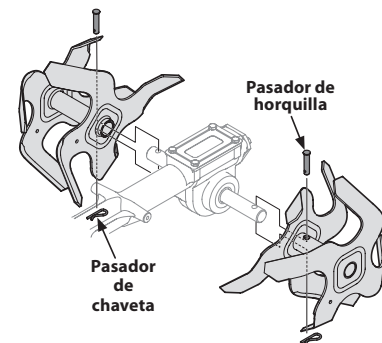

Figura 22
3. Para retirar un conjunto de dientes, simplemente saque la chaveta de retén interna que sujeta la chaveta de horquilla como se ve en la Figura 22. Retire la chaveta de horquilla y deslice el conjunto hacia afuera de la unidad y lejos del eje de los dientes.